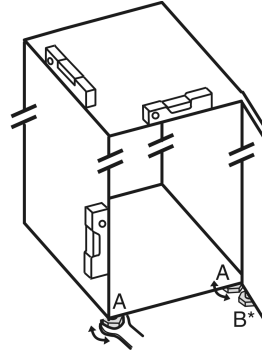

Fig. 45
- Zhvidhosni këmbëzat me rregullim Fig. 45 (A) me çelës fiso dhe me ndihmën e një niveli me ujë, derisa pajisja të jetë niveluar mirë.
- Zhvidhosni këmbëzat me rregullim Fig. 45 (B) në bazamentin mbështetës me çelësat fiso të përfshirë në paketim, derisa të jetë mbështetur mbi dyshtemë.
- Rotullojeni këmbën me rregullim Fig. 45 (B) sërish maksimumi 90°, për të parandaluar dëmtimin e derës.